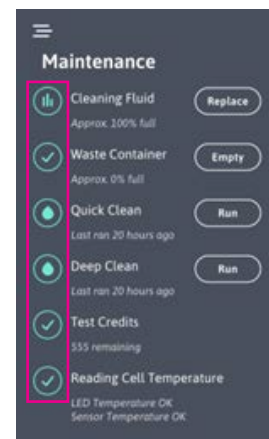

Рисунок 21
Меню «Обслуживание» представляет собой «панель управления» для пользовательских функций обслуживания прибора miniSED. Круглые иконки с зеленой галочкой свидетельствуют о том, что указанная категория находится в пределах заданных значений. Когда категория прибора miniSED приближается к заданному значению, круглая иконка станет желтой, тем самым указывая на то, что в ближайшее время потребуются внимание пользователя. Если заданное значение категории превышено, иконка станет красной, что будет означать необходимость в принятии мер. На Рис. 21 сверху вниз отображены следующие значки:
1. В категориях «Чистящая жидкость» и «Контейнер для отходов» при нажатии кнопки «Заменить» будет выполнен сброс счетчиков (Рис. 21).